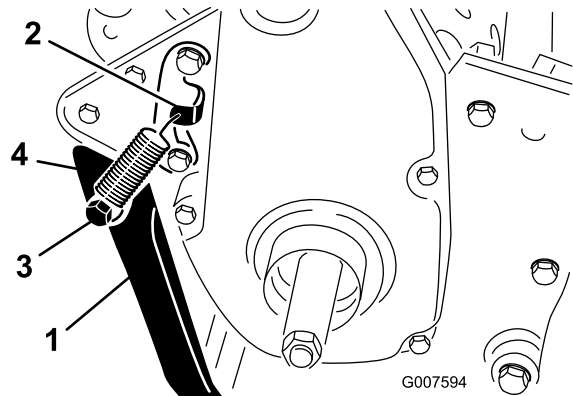

Figura 6
2. Agganciate la molla nel foro della staffa a molla e nel prigioniero a molla, allineando contemporaneamente il cavalletto con i fori di montaggio dell'intelaiatura posteriore (Figura 6).
3. Montate il cavalletto su ogni lato del telaio utilizzando il bullone, il distanziale, la rondella di spinta e il dado di bloccaggio (Figura 6).